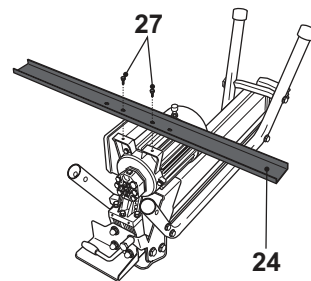

Fig. 1b
- Alignez la barre de soutien [24] avec les trous de montage situés sur le moteur, et fixez-la avec les boulons [27] (Fig. 1b).